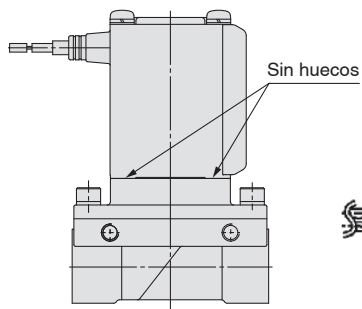
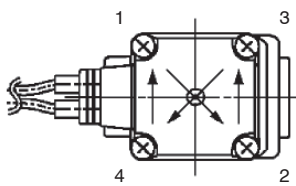

Fig. 1
Fig. 2
- 3) Presiona el conjunto de la bobina contra el cuerpo y aprieta los tornillos dos o más vueltas en diagonal (Fig. 2) de modo que no queden huecos entre el conjunto de la bobina y el cuerpo (Fig. 1). Par de apriete adecuado: 0.7 N·m
- * Tras el apriete de los tornillos, asegúrate de que no queden huecos entre la bobina y el cuerpo (Fig. 1).